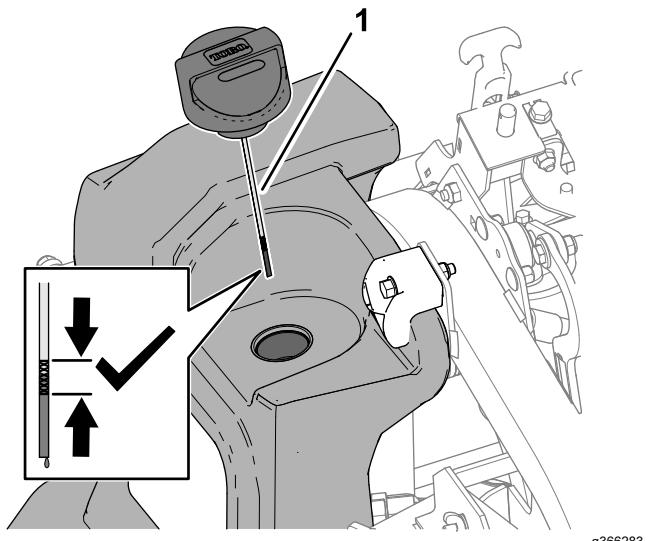

Figura 93
4. Limpie la zona alrededor de la varilla de aceite y el tapón de llenado de aceite (Figura 93).
6. Introduzca la varilla en el depósito (Figura 93).
7. Retire la varilla y el tapón (Figura 93) y compruebe el nivel de fluido.
9. Instale la varilla y el tapón (Figura 93) en el depósito.